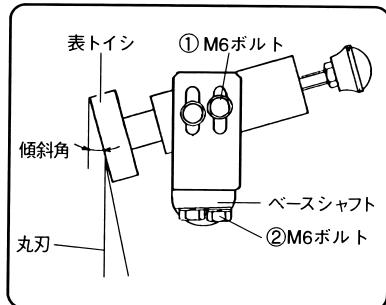

図 31
(1) 表トイシ、裏トイシは各々側面の①M 6 ボルト(図 31)をゆるめると単独で高さと傾斜角を変えることができます。